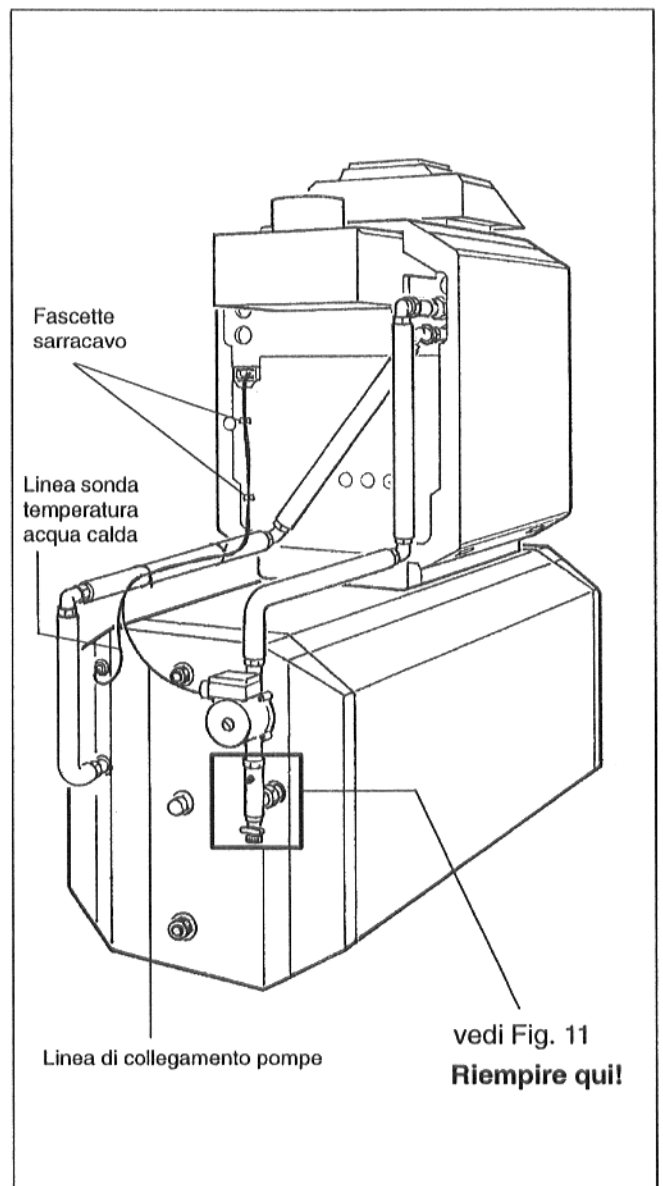

Fig. 10 Vista posteriore; montaggio ultimato
- Posare accuratamente la linea della sonda della temperatura dell'acqua calda e la linea di collegamento pompa (Istruzioni di montaggio caldaia e accumulatore; Fig. 10). Fissare i cavi alla parete posteriore della caldaia con fascette serracavo (Fig. 10).